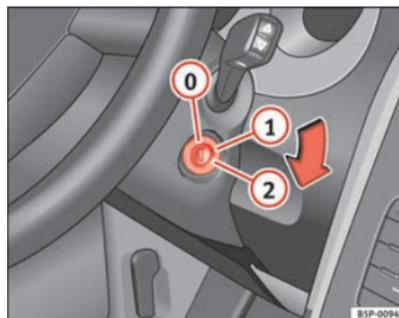

Fig. 137 Positions de la clé de contact
Dans cette position ⇒ fig. 137 l'allumage et le moteur sont déconnectés, ce qui peut bloquer la direction.
- Amenez la clé de contact en position ⇒ page 177, fig. 137 ①. Le témoin  s'allumera en cas de préchauffage du moteur.
- Lorsque le témoin s'éteint, tournez la clé en position ② pour lancer le moteur sans appuyer sur l'accélérateur. ▶
- Amenez la clé de contact en position ⇒ page 177, fig. 137  ►